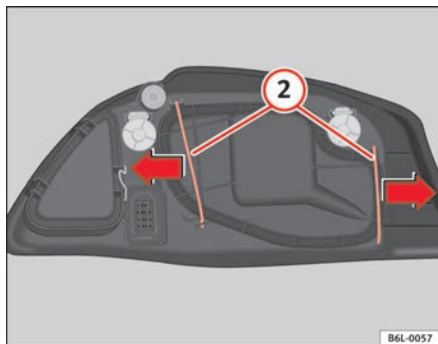

Abb. 144 Glühlampe
- Die Streben **2** ⇒ Abb. 144 in Pfeilrichtung herauschieben und den Deckel abnehmen.
- Den Kunststoffdeckel und die Streben **2** ⇒ Abb. 144 einsetzen.